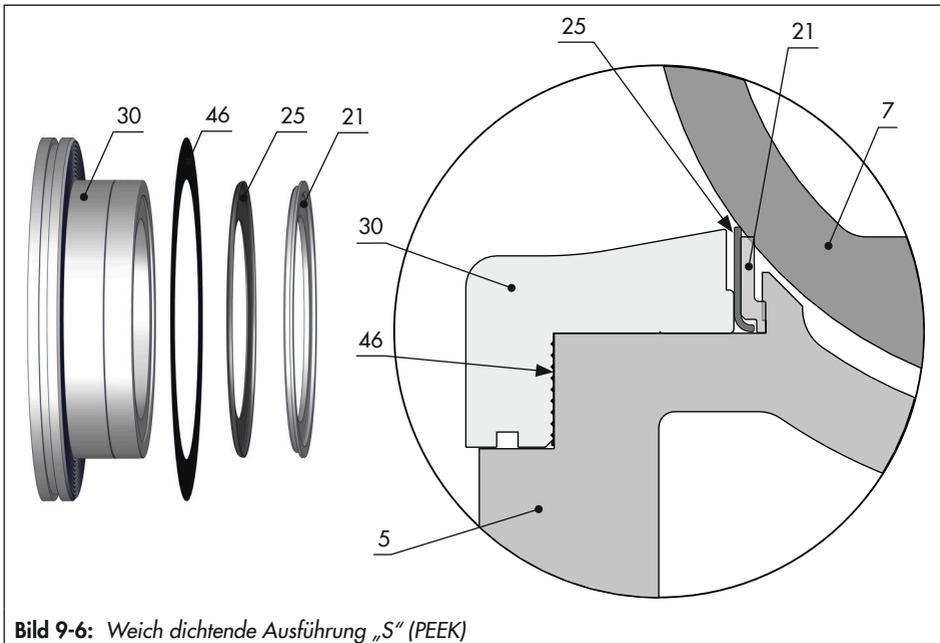

Bild 9-6: Weich dichtende Ausführung „S“ (PEEK)
Vgl. Bild 9-6
1. Stützring (25) und Sitzring (21) ausbauen.
4. Neuen Sitzring (21) im Gehäuse platzieren. Dabei die korrekte Ausrichtung beachten, vgl. Bild 9-6.
5. Stützring (25) einsetzen. Dabei die korrekte Ausrichtung beachten, vgl. Bild 9-6.
6. Druckstück-Dichtung (46) am Druckstück (30) installieren.
7. Druckstück (30) mit Druckstück-Dichtung (46) in das Ventilgehäuse setzen (vgl. „Tipp“ auf Seite 9-7) und mit Sicherungsschrauben (70) und Scheiben (80) befestigen. Anzugsmomente beachten.